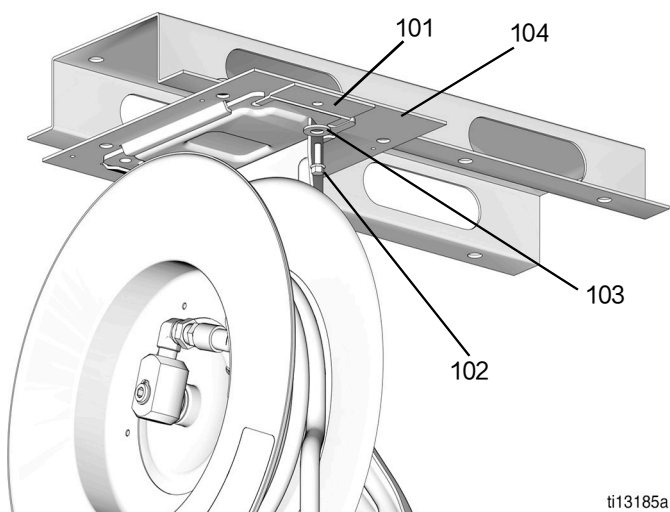
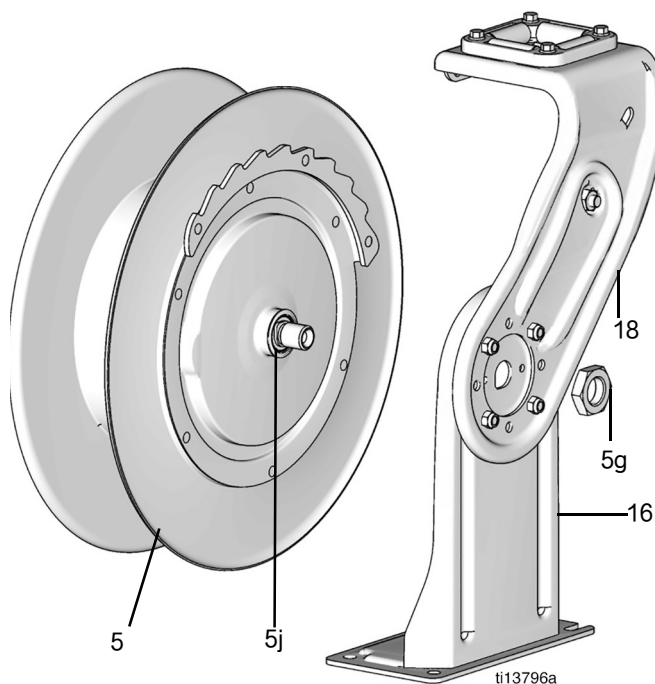

图 18
图 20
注意：参考以下说明上使用的字母、参见图 18 - 图 20。
3. 卸下带头螺丝 (102)、垫圈 (103) 和压板 (101)。
4. 然后将软管卷盘从底座 (104) 上滑出 (图 18)。
7. 拆下并丢弃螺母 (5g) (图 20)。
8. 将导向臂 (18) 和挡板组件 (16) 卸下并将其放在一边以备再安装在新转轴上 (图 20)。